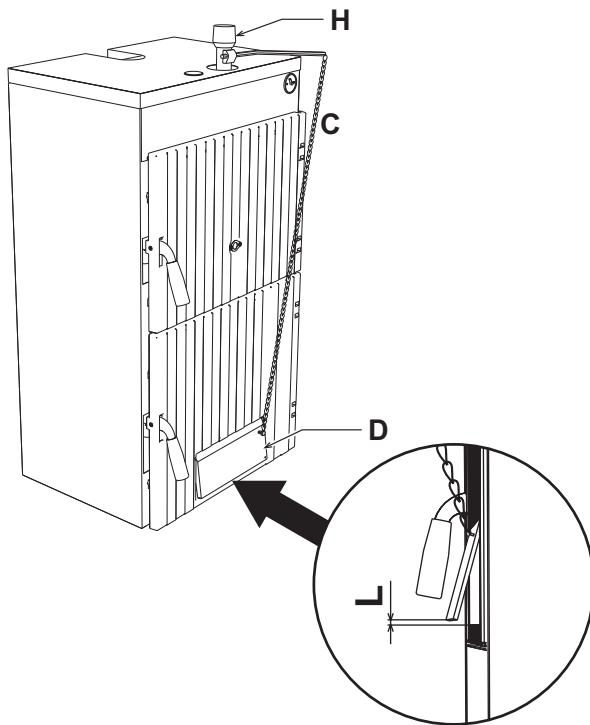

fig. 2 - Installazione
2. Montare il regolatore termostatico "H" fig. 2.
4. Regolare la vite di registro del portello di presa aria in modo che con portello in appoggio rimanga in ogni caso un passaggio aria di circa 1 - 2 mm massimo. Con caldaia fredda, posizionare il termostato di regolazione a 60°. Agganciare la catenella "C" all'apposito occhiello "D" del portello di presa aria, regolandone la lunghezza in modo che il passaggio d'aria "L" (fig. 2) sia circa 15 mm per "coke III" e 2 mm per "legno".
Regolare le viti di registro del portello di presa aria in modo che con portello in appoggio rimanga in ogni caso un passaggio aria di circa 1 - 2 mm massimo. Con caldaia fredda, posizionare il termostato di regolazione a 60°. Agganciare la catenella all'apposito occhiello del portello di presa aria, regolandone la lunghezza in modo che il passaggio d'aria "L" (fig. 2) sia circa 15 mm per "coke III" e 2 mm per "legno".